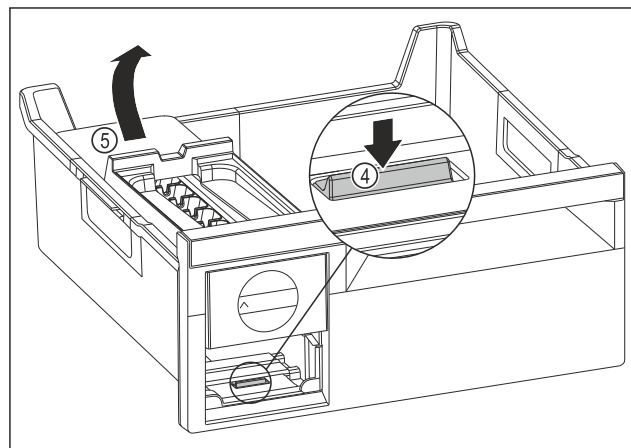

Fig. 112
- Odoberte korpus EasyTwist-Ice: Strmeň Fig. 112 (4) zatlačte prstom nadol a súčasne druhou rukou zdvihnite zozadu korpus EasyTwist-Ice Fig. 112 (5).